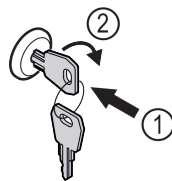

Fig. 159
- ▶ Introducir la llave. Fig. 159 (1)
- ▶ Girar la llave 90° en sentido horario. Fig. 159 (2)